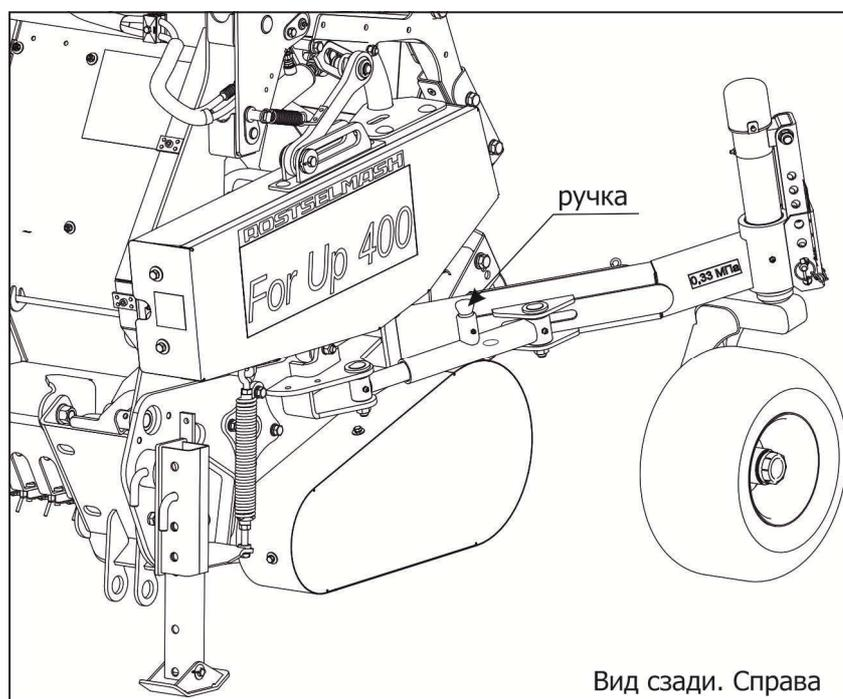

Рисунок 6.1
1. Перед опусканием подборщика на землю необходимо и перевести колеса в рабочее положение с помощью ручки (рисунок 6.1).